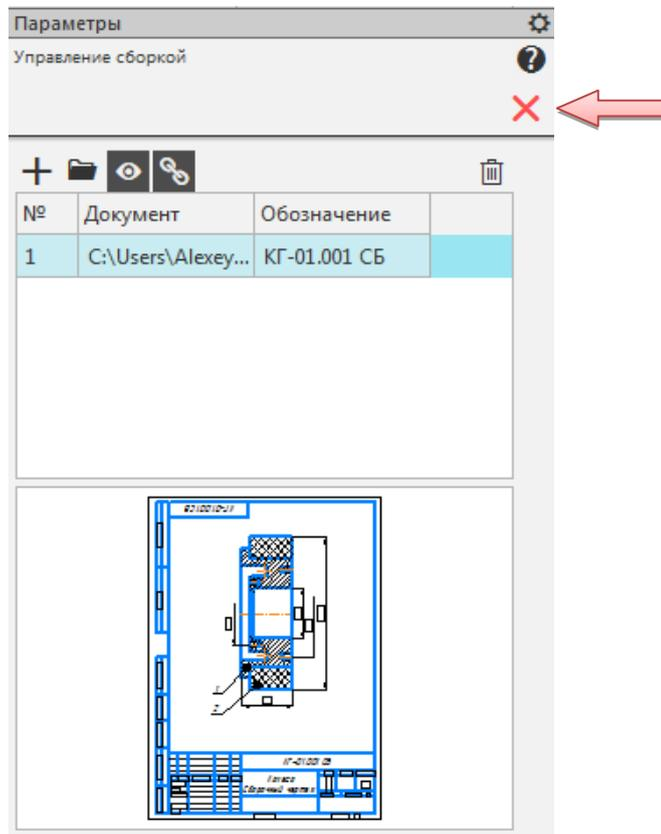

Рис. 3.6. Подключение документа к спецификации
- Нажмите кнопку «Прервать команду»  (рис. 3.6).